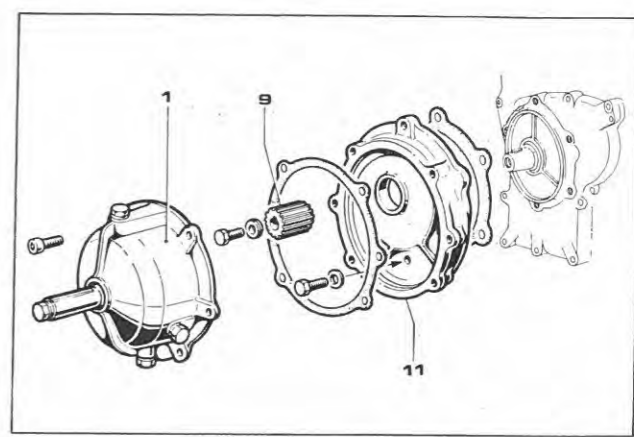

Fig. 95
- Kugeln im Ofen auf 80°C erhitzen und auf der Welle einsetzen. Welle in das Gehäuse einführen. Mit Halterung sichern. Bolzen mit 0,8 kpm anziehen (Abb. 95). Das Axialspiel zwischen Zahnkranz und Halterung muß 0,10±0,15 mm betragen.
- Ritzel (9) auf die Kurbelwelle montieren. Bolzen mit 3 kpm anziehen.
- Glocke (11) mit Dichtung auf den Gehäusedeckel montieren. Schrauben mit 2,5 kpm anziehen. Bei den 1:4-U-Getrieben Nadellager in seinen Sitz in der Glocke einführen.
- U-Getriebe (1) mit Dichtung auf die Glocke aufsetzen. Dabei Zähne in Eingriff bringen. Schrauben mit 1,5 kpm anziehen.